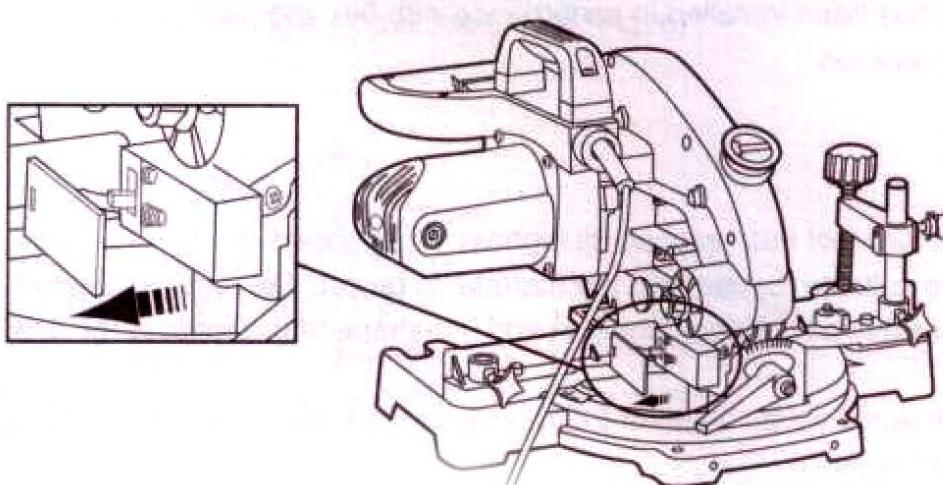

Рис. 2
1. Убедитесь в том, что переключатель лазера ON/OFF (29) находится в положение ВЫКЛ.
2. Затем откройте батарейный отсек (28). Для этого снимите крышку батарейного отсека (рис. 2).
3. Вставьте две батарейки типа AAA (40). Обратите внимание на полярность.
4. Закройте батарейного отсек (28) крышкой.